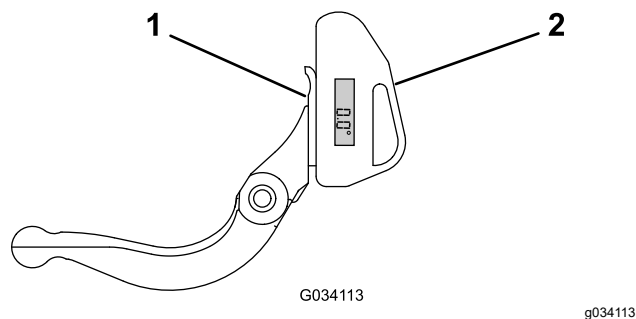

Bild 32
1. Positionieren Sie den Neigungsmesser an der Unterseite des Untermessers, wie in Bild 32 abgebildet.